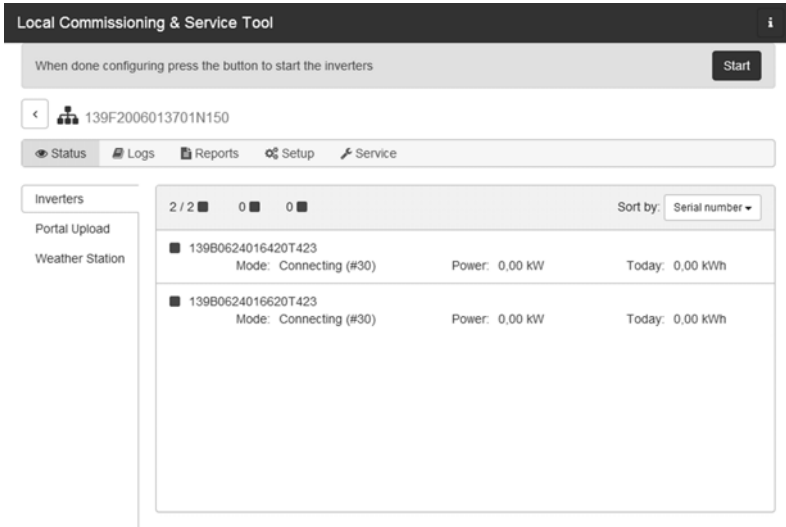

Abbildung 14: LCS-Tool - Liste aller an den Inverter Manager angeschlossenen Wechselrichter
11. Ein grünes Quadrat macht den in Betrieb genommenen Wechselrichter kenntlich. Die Wechselrichter werden jedoch erst mit dem Netz verbunden, wenn der **[Start]**-Befehl von der Leiste unterhalb des Startmenüs erfolgt ist (siehe Abbildung 14).